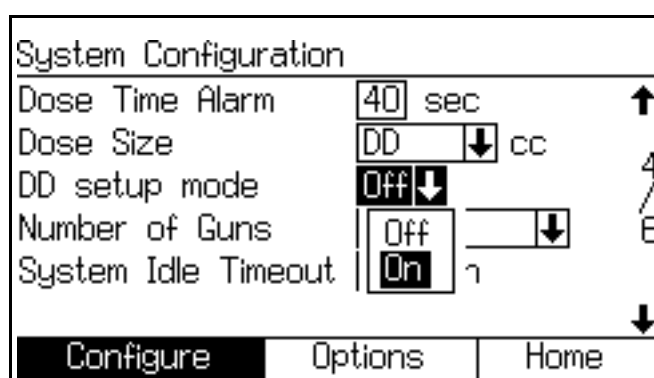

Рис. 108. Экран конфигурации 4, активирован режим настройки динамического дозирования
3. Выбор опции "DD" на экране конфигурации системы 4 позволяет произвести настройку динамического дозирования. См. Рис. 108. Чтобы включить режим настройки динамического дозирования, выберите опцию "Вкл" в раскрывающемся меню режима настройки динамического дозирования. В результате аварийные сигналы E-3 и E-4 о нарушении соотношения смешивания выключаются, позволяя осуществлять непрерывную настройку и настройку.